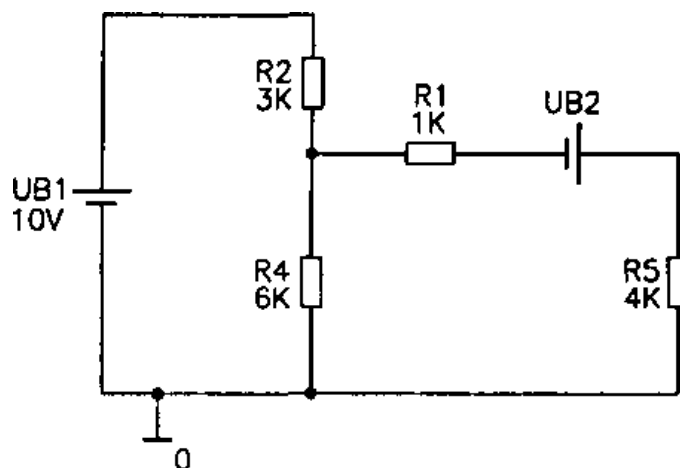

Рис. 13.9. Змішана схема з'єднання резисторів з двома джерелами напруги
**Завдання 13.3.** Накресліть схему за зразком рис. 13.9 і збережіть її в теці Student#під ім'ям 2\_U. Запустите імітатор PSPICE, щоб з його допомогою обчислити струм, що проходить через резистор R4, в цій схемі з двома джерелами напруги.